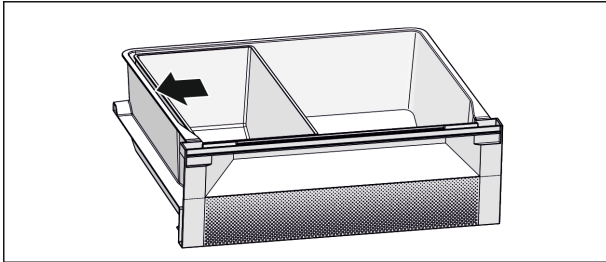

Fig. 7
- En iyi soğutma fonksiyonu için: Fish & Seafood kabını, şekilde (bkz. Fig. 7) gösterildiği gibi konumlandırın.